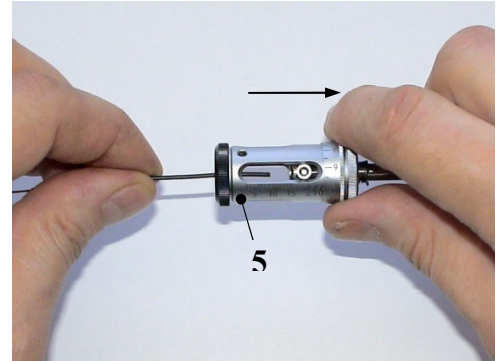

Bild 8. Kabel auf Abisolierlänge einführen
- Abisolierkopf **(5)** bis zum Anschlag nach hinten ziehen und Kabel mit Hilfe der Skala auf die gewünschte Abisolierlänge einführen. In dieser Position haltend, Abisolierkopf **(5)** langsam wieder loslassen. **(Bild 8)**.